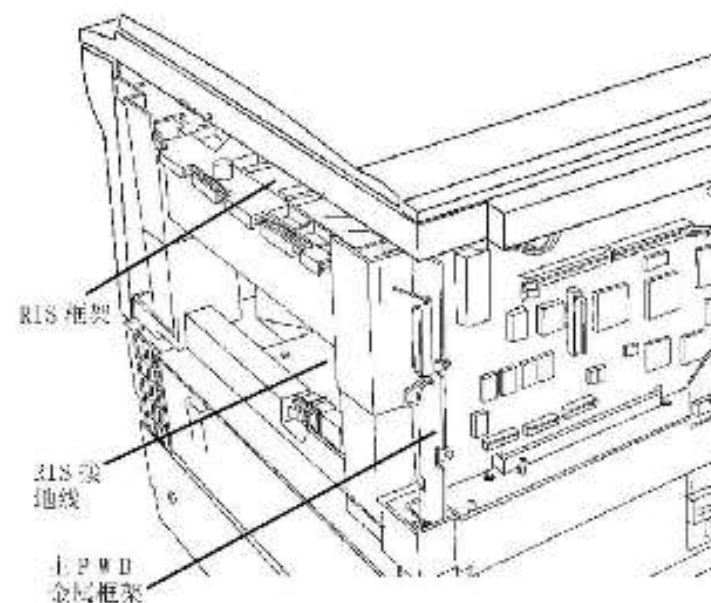

图10 RIS接地
- 黑表棒接主PWB金属框架（图10）。
- 红表棒接鼓架接地（图10）。
- 红表棒接全局RIS框架（图10）。
- 检查RIS接地线是否连接到RIS接地卡簧（图10）。
- a. 黑表棒接主线路板金属框架(图10)。